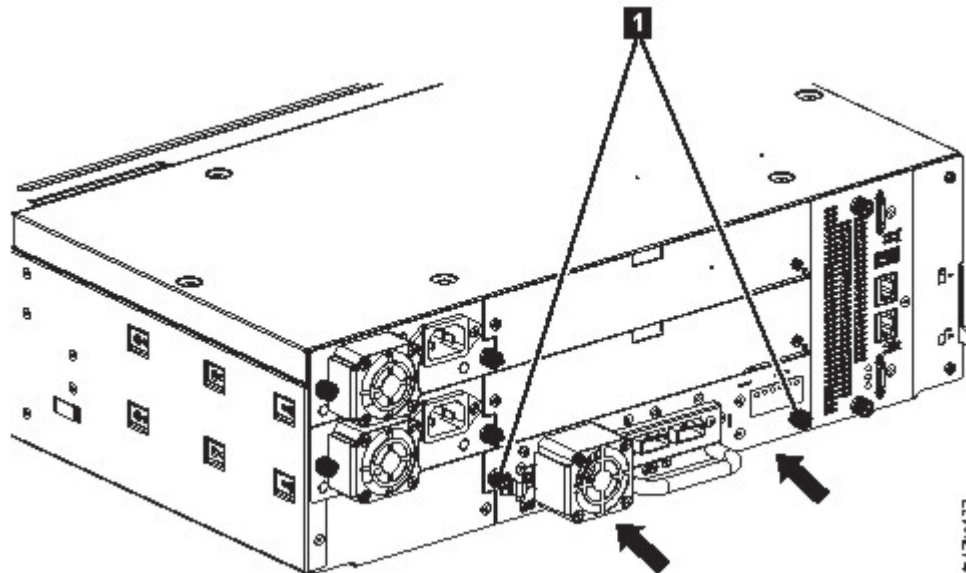

Figura 61. Instalación de una unidad de cintas
3. Apriete los tornillos cautivos (**1** en Figura 61 en la página 112) con los dedos hasta que la unidad de cintas esté segura.